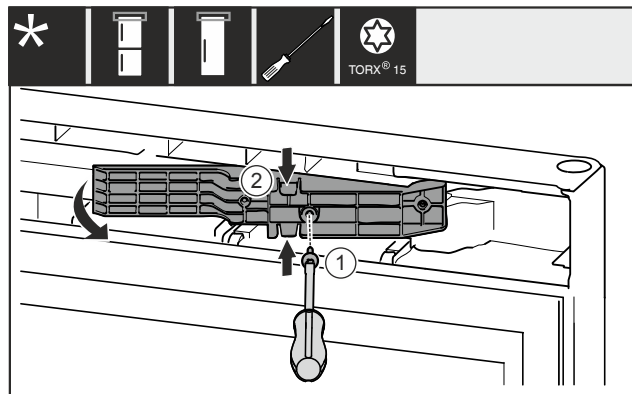

Fig. 14 *
- ▶ Извлеките винт Fig. 14 (1)*.
- ▶ Слегка сожмите деталь адаптера Fig. 14 (2) сверху и снизу и извлеките ее.*